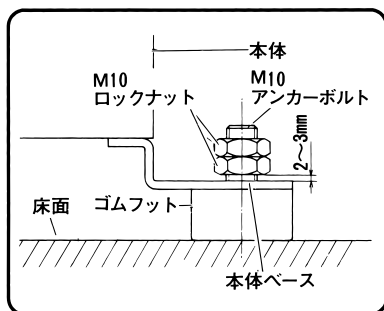

図 4
(1) アンカーボルトで本体をすえ付ける場合は、アンカーボルトにゴムフットを入れ、この上に本体を乗せてM10ロックナット（2個）を図4のように取付けてください。